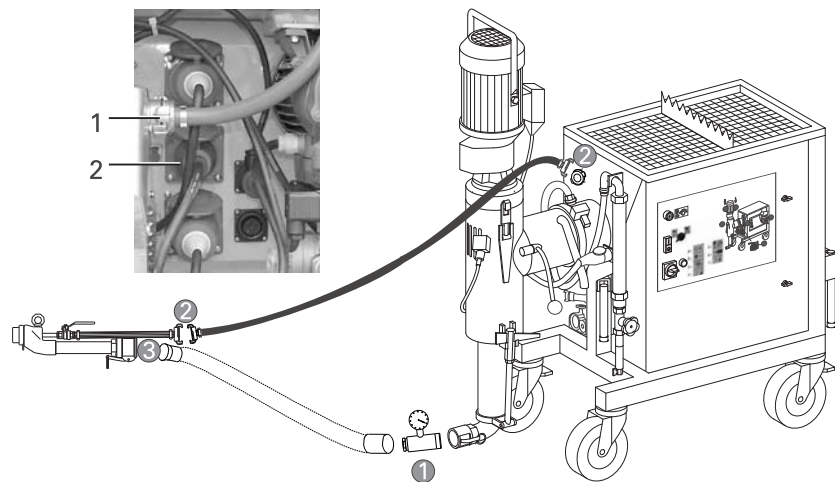

Рис. 16:
- присоедините шланг для раствора после окончательного закрепления манометра или наконечника насоса (Рис. 16/17/18, 1, стр. 34-36). Для присоединения шланга для раствора типа NW25 используйте переходник V35/V25
- подсоедините компрессор к соответствующей розетке (Рис. 16, 2)
- компрессор готов к работе, если к нему подключен шланг от системы подачи воздуха (Рис. 16, 1)
- подключите шланг разбрызгивающего устройства к GEKA-муфте (Рис. 16, 2)
- присоедините шланг к разбрызгивающему устройству (Рис. 16, 3)